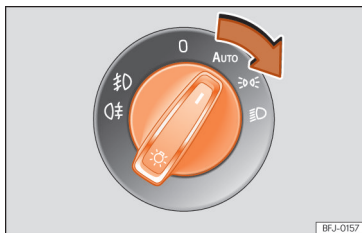

Fig. 114 Cruscotto: interruttore delle luci.
- Girare l'interruttore verso la posizione desiderata »» fig. 114.